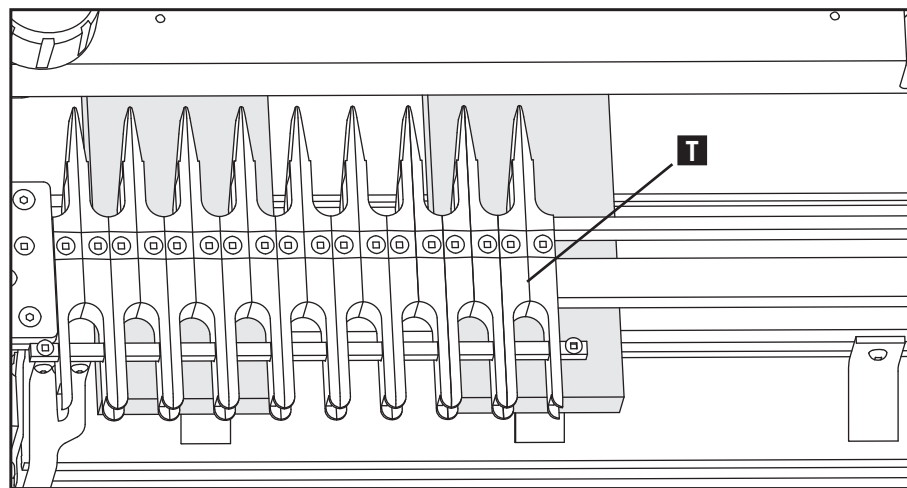

Fig. F8
6. Assurez-vous qu'un morceau de rebut d'une même épaisseur (S) est de l'autre côté et immobilise le gabarit.
REMARQUE : pour le gabarit à doigt à espacement variable, assurez-vous que le petit morceau de rebut supporte le bout du jeu de doigt (T), Fig. F8